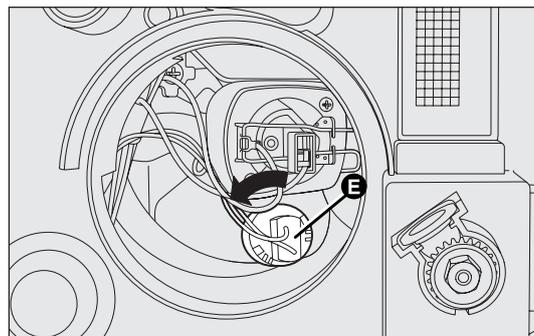

fig. 155
- gire hacia la izquierda el portalámpara E-fig. 155 y extraígalo;